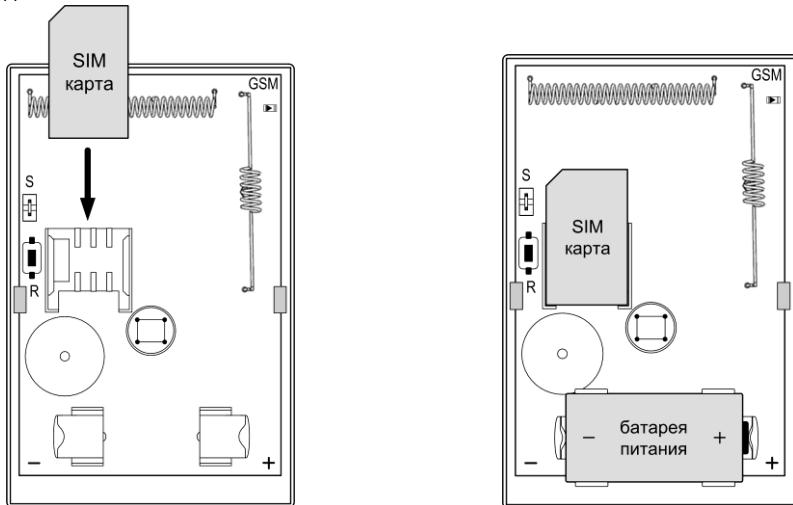

Рис.7 Установка SIM карты и батареи питания
2. Убедитесь, что SIM карта установлена в соответствии с рис.7, либо установите SIM карту (если ее не установлено) – см. рис.7.
2. Убедитесь, что SIM карта установлена в соответствии с рис.7.